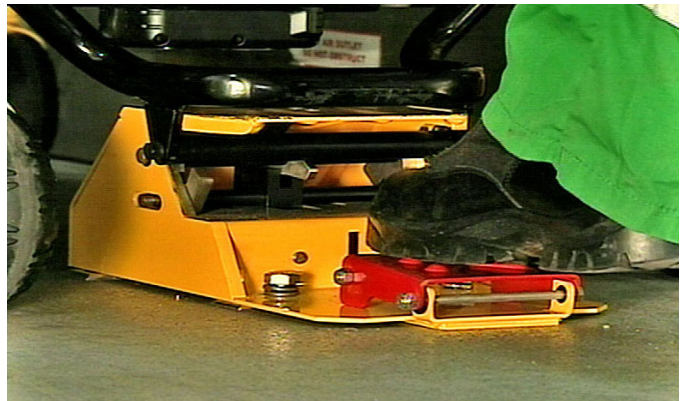

Abbildung 18 - Trage herausnehmen
2. Die Trage aus dem Patientenabteil rollen, wie in Abbildung 18 dargestellt.